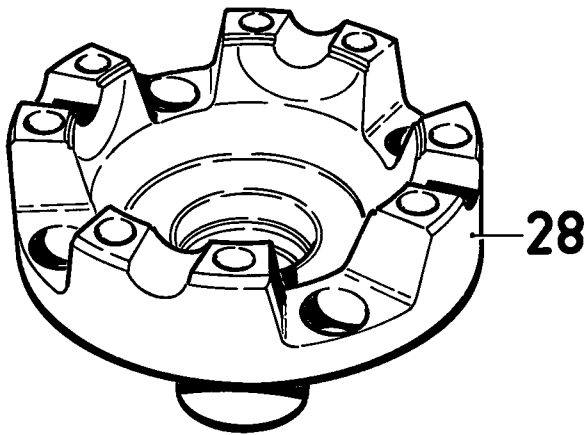

Fig. 38
- Plaats de satellietenhuisheft (28) zoals in fig. 38 afgebeeld.